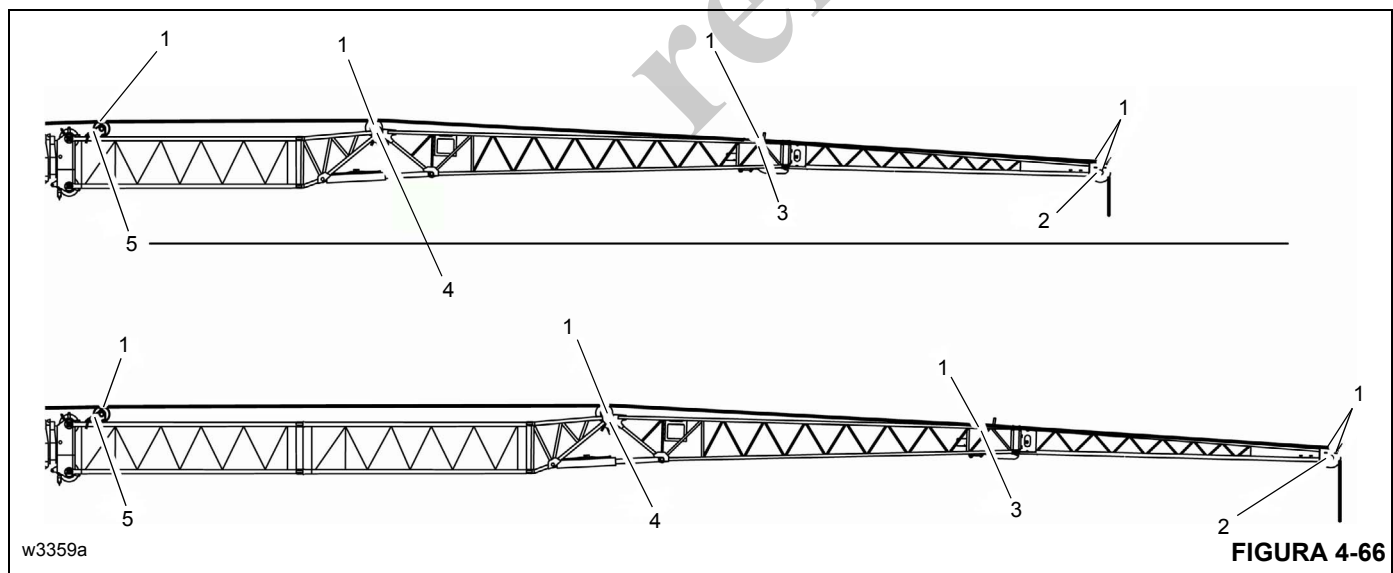

FIGURA 4-66
- Remova os roletes e as hastes de retenção do cabo de elevação (1) (Figura 4-66).
- Passe o cabo de elevação pelas polias defletoras (3) e pela polia da cabeça (2) na seção de 10,1 m (33 pés) ou na seção de 7 m (23 pés). Coloque todos os roletes e hastes de retenção do cabo de elevação de volta no lugar e prenda-os com pinos de retenção.
- Retire o cabo de elevação da polia da cabeça (2) e das polias defletoras (3) e coloque-o no solo no lado esquerdo.